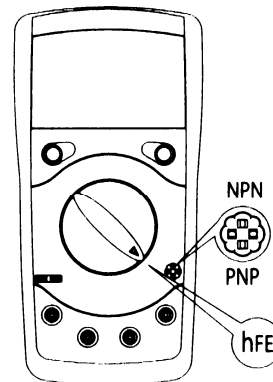

Рис.7
E. Измерение hFE транзисторов (рис.7)